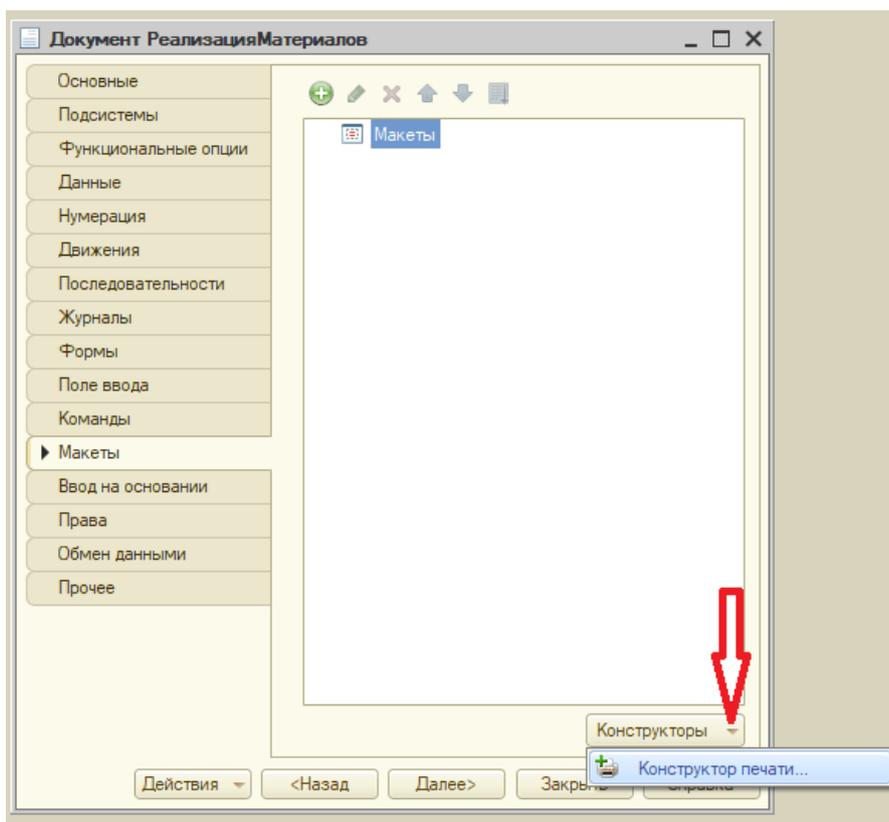

Рисунок 16.6 – Запуск конструктора печати
9. Перейдем на закладку **Макеты**, нажмем кнопку **Конструкторы** и запустим конструктор печати (рисунок 16.6).